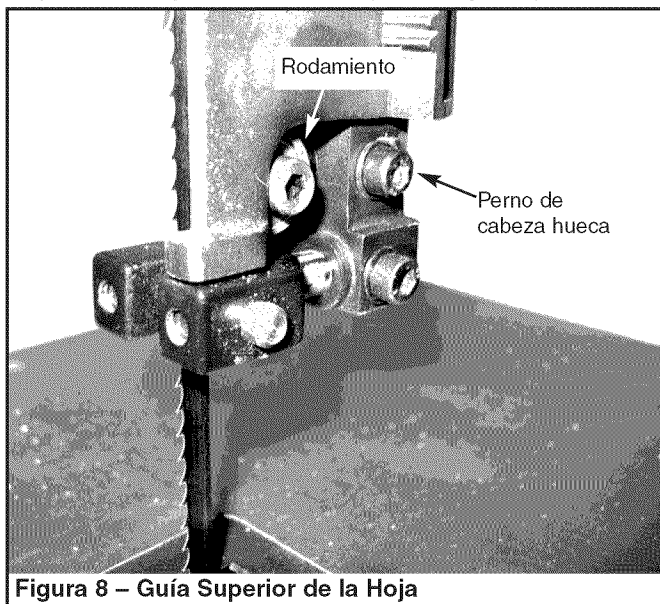

Figura 8 – Guía Superior de la Hoja
- Ajuste el rodamiento de bola en la parte posterior de la hoja aflojando el perno de cabeza hueca y cambiando la posición el eje del rodamiento (vea la Figura 8).